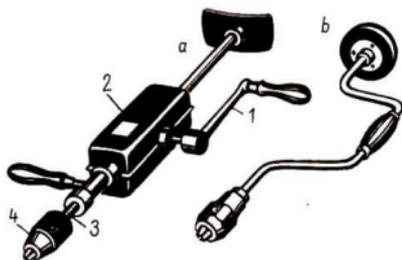

Bild 34 Handbohrmaschine (a) und Bohrwinde (b)
Bohrmaschinen gibt es in verschiedenen Ausführungen. Die **Handbohrmaschine** (Bild 34) besteht aus dem **Kurbeltrieb** (1), dem **Getriebe** (2) und der **Spindel** (3). An der Bohrspindel ist das **Bohrfutter** (4) befestigt. Es dient zum Aufnehmen des